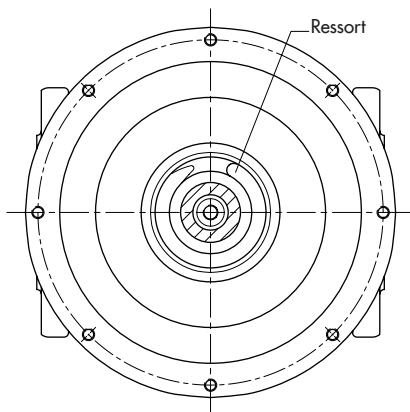

Fig. 9-3 : Orientation du ressort
4. Insérer le joint plat (1.2) dans le corps. Placer le chapeau de vanne (5) sur le corps. Sur l'exécution « Ressort ferme », soulever pour cela la tige de clapet et la faire passer avec précaution à travers le presse-étoupe. Visser le chapeau de vanne avec les écrous (1.1), fermement et de façon homogène. Visser le contre-écrou (3.2) sur la tige de clapet jusqu'à la fin du filetage. Mettre en place la rondelle (3.3).
5. Insérer le ressort (5.5) dans le chapeau de vanne et l'orienter correctement, voir Fig. 9-3. Visser manuellement l'assiette de ressort (5.6) sur la tige de clapet jusqu'à ce qu'elle touche le ressort. Orienter les ergots de l'assiette de ressort